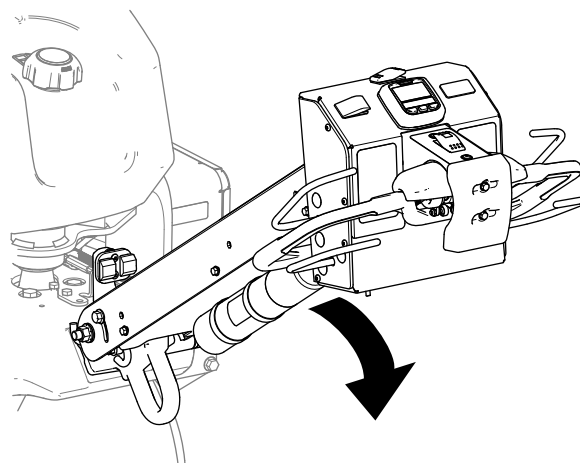

Figura 76
2. Coborâți bara de ghidare pentru a elibera frâna de parcare (Figura 76).